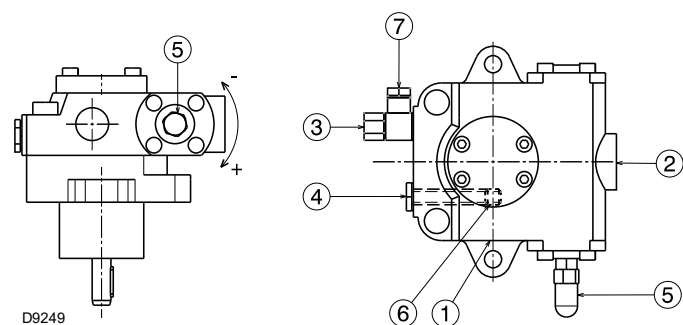

Fig. 24
Están instaladas en el quemador con el by-pass cerrado por el tornillo 6)(Fig. 24).
- A fin de que la bomba (Fig. 24) pueda autocebarse, es indispensable aflojar el tornillo 4) de la bomba para purgar el aire que pueda haber en el tubo de aspiración.
**Leyenda (Fig. 24)**
La operación indicada anteriormente es posible porque la bomba sale de fábrica llena de combustible. Si la bomba se ha vaciado, llenarla de combustible por el tapón del vacuómetro 4)(Fig. 24) antes de arrancarla, de otro modo quedará agarrada.